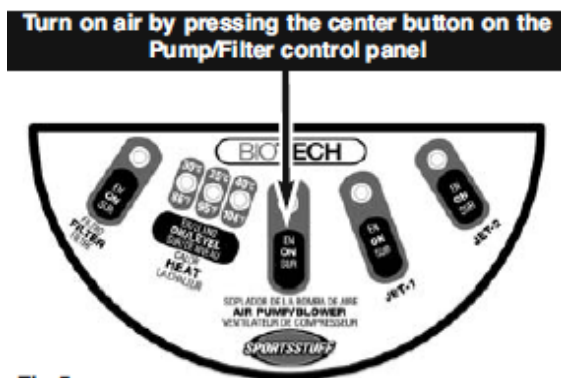

Fig 5
- 3 ポンプ(Fig 4)のセンターホース接続部にインフレーションホースを取り付けて下さい。次にポンプパネルのエアerpンプフロアボタン(Fig 5)を押して空気注入を開始します。